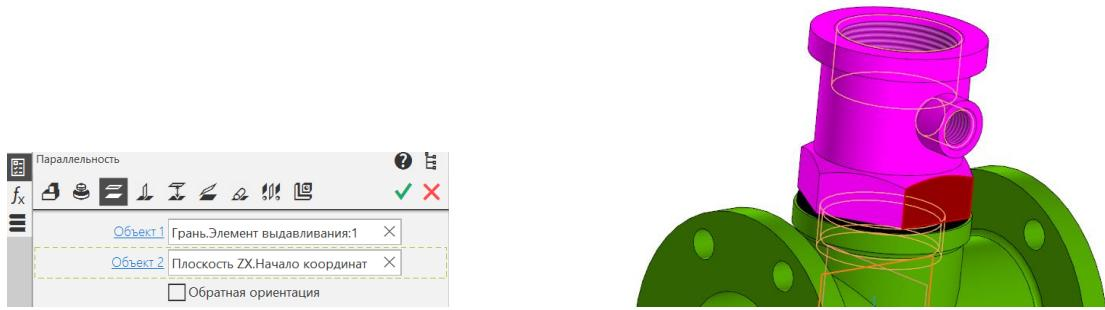

Рис. 17 Сопряжение «Параллельность»
- Сборка – Размещение компонентов – Сопряжения – Параллельность** (рис.17): Объект 1 (Стакан) – Грань. Элемент выдавливания:1. Объект 2 (Корпус) – Плоскость ZX. Начало координат.